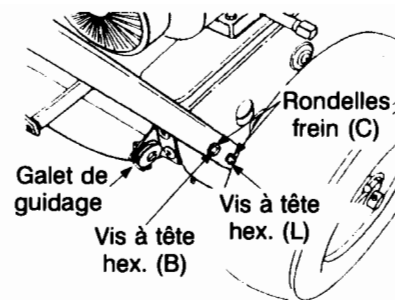

FIGURE 4
- Posez le guidon inférieur par terre, alignez les trous inférieurs du guidon avec les trous inférieurs des côtés du châssis et maintenez en place avec des vis à tête hex. (L) et des rondelles frein (C). Voir la Figure 4. **REMARQUE:** Les vis à tête hex. comportent une pastille de produit chimique qui colle quand le boulon est installé.
- Relevez le guidon inférieur et alignez les trous supérieurs du guidon avec les trous qui restent dans le châssis. Maintenez en place avec des rondelles frein (C) et des vis à tête hex. (B). Voir la Figure 4.
- Vérifiez que tous les câbles sont enfoncés dans les rainures des galets de guidage, qui se trouvent sur le châssis du moteur, vers l'arrière de la machine. Voir la Figure 4.